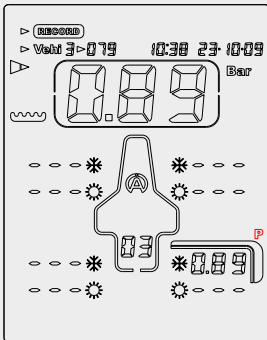

Figure 4
5) Appliquez l'embout du Tyrecontrol 2 sur la valve du pneu (figure 4).